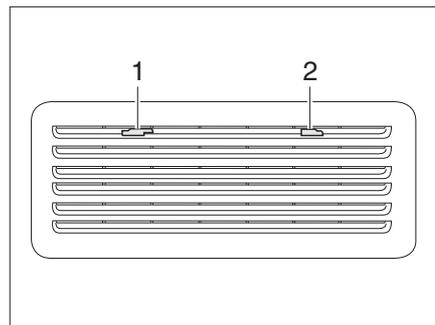

Bild 225 Kühlschrank-Lüftungsgitter (Thetford)
- Arretierungen (Bild 225,1 und 2) zur Mitte schieben.